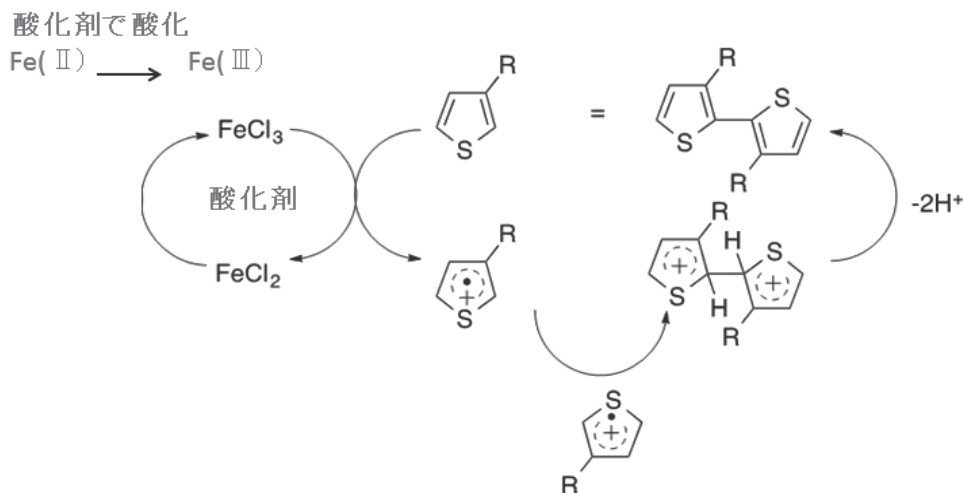

図4 FeCl_3 による重合機構と触媒機能の説明
FeCl_3 を酸化剤に用いるチオフェンの重合機構は図4のように①ラジカル重合、②カチオン重合そして③ラジカルカチオン重合の3つの重合機構が提案されているのですが、実はいまだに明らかになっていません。最近の私たちの研究結果からは従来提案されている、これらの重合機構とは異なる機構ではないかと考えています。